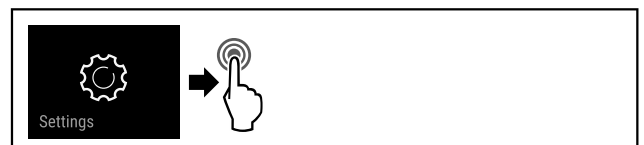

Fig. 62
► Eseguire i passi (vedere Fig. 62) .